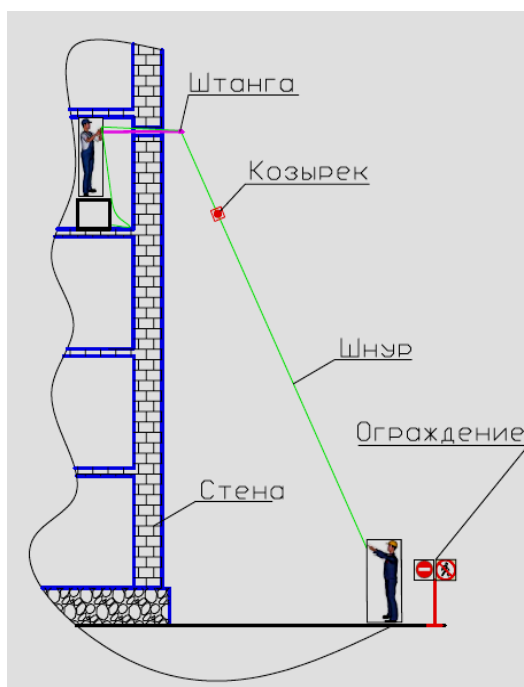

Рис.8
3.2.12. Аккуратно поднимите козырек до его плотного касания ролика штанги. С помощью свисающего конца шнура не допускайте касания козырьком стены. (рис.8)